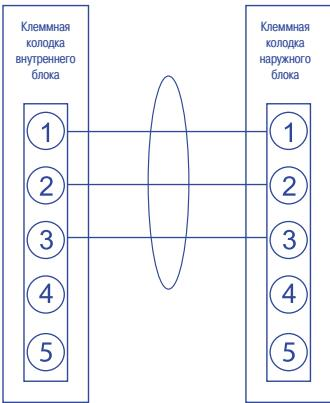
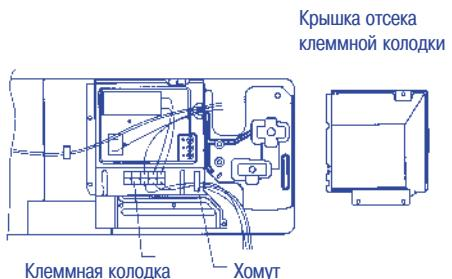

Рис. 13
Рис. 16
- (1) Перед началом работ убедитесь, что напряжение в сети электропитания соответствует номинальному напряжению, указанному на заводской табличке кондиционера.
- (2) Выполните электромонтаж в соответствии с электрической схемой (рис. 13)
- 2) Подсоедините кабель к контактам клеммной колодки в соответствии с рис. 13 и рис. 16.